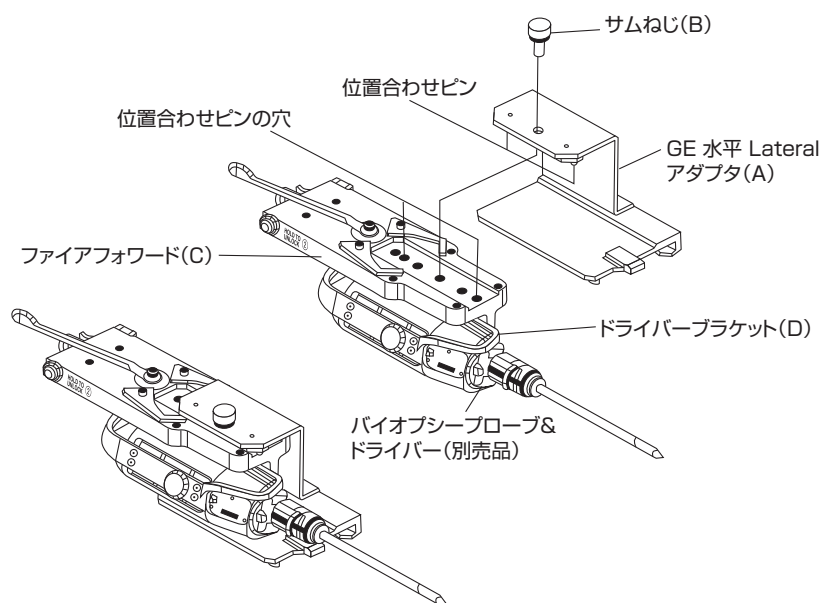

図 44：ファイアフォワードへのGE 水平Lateralアダプタの取り付け
(図44、45を参照)
- 4) アダプタ (A) とサムねじ (B) を包装から取り出し、損傷がないことを確認します (図44)。
- 5) アダプタ (A) のピンをファイアフォワード (C) の穴に合わせます (図44)。
- 6) アダプタ (A) をファイアフォワード (C) の底にサムねじ (B) を用いてぴったりつくように、指でサムねじを回して固定します (図44)。